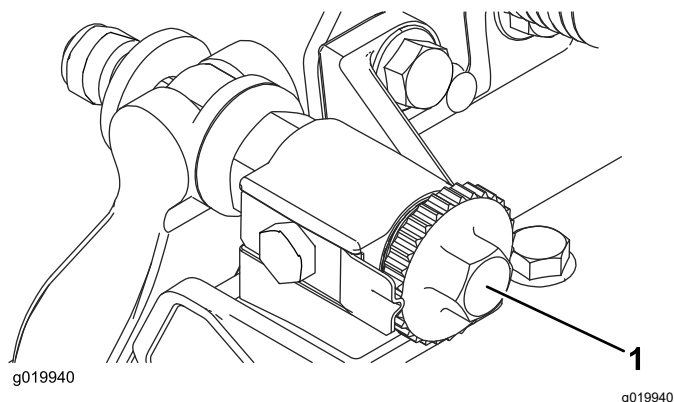

图 7
- A. 顺时针旋转底刀架调节螺丝 图 7 一次调整一格直到感觉并听到轻微的接触。